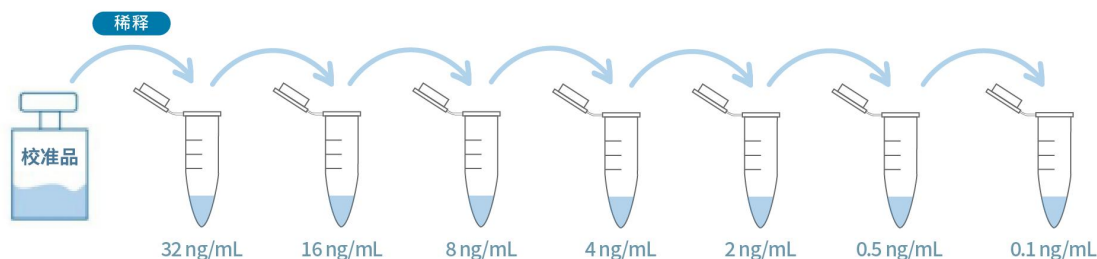

图 3 校准品稀释操作示例
- 4) 校准曲线配制：参照图 3 和表 4 对校准品进行梯度稀释。